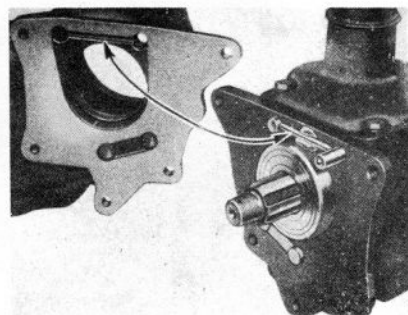

FIGURE 3.—Montage du doigt de verrouillage.
1. Enlever les boulons et les rondelles fendues de fixation du couvercle arrière. No. 37, figure 3 du chapitre "Boîte auxiliaire". Voir plus loin.